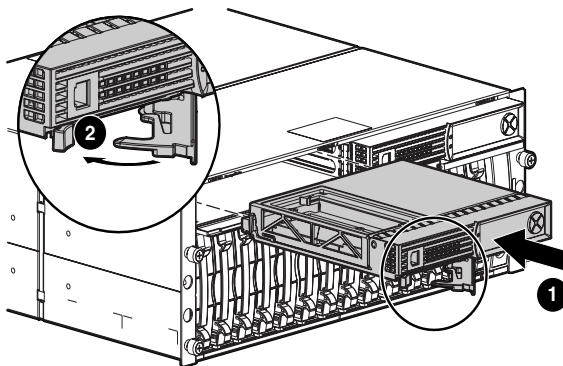

図 10: コントローラのインストール
1. 交換用のコントローラを、シャーシに挿入します ①。図 10 を参照。